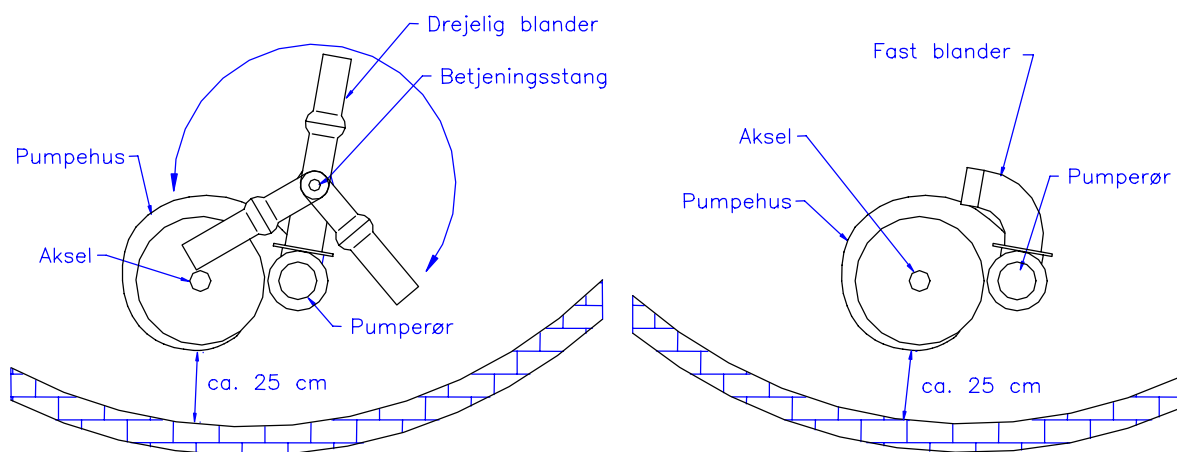

Fig.1 Pumpe med drejelig blander
- a) Pumpen skal placeres således at pumpehuset er **ca. 25 cm** fra kanten. Ved pumper med drejelig blander skal studsene pege ind mod midten af tanken, så studsene kan drejes til begge sider i tanken (se **fig.1**). Hvis pumpen har fast blander skal studsene pege ud langs siden i kanten (se **fig.2**), så gyllen kan pumpes rundt og dermed give en god opblanding i tanken.